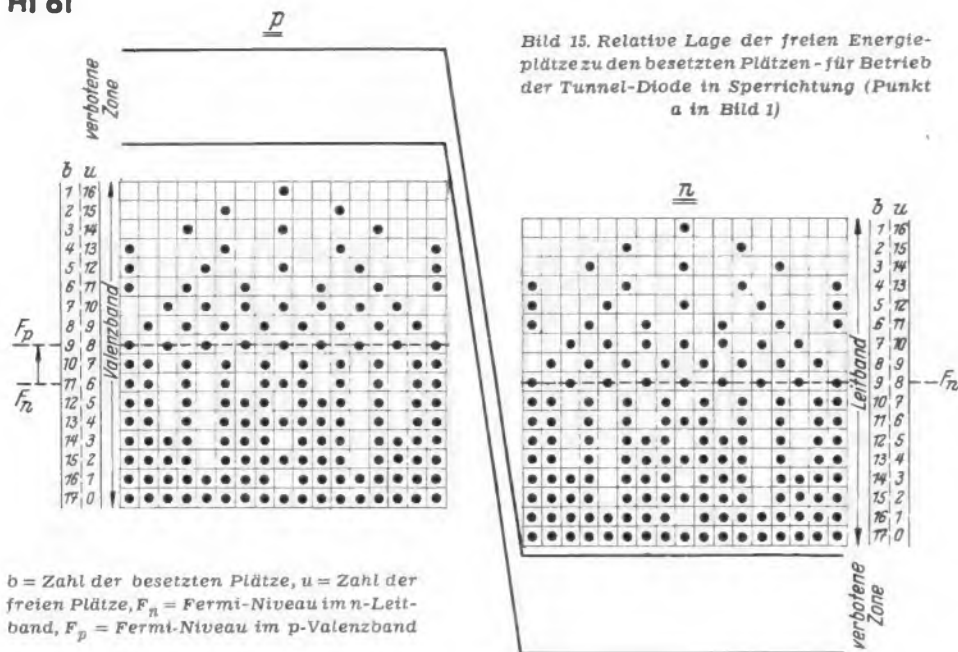

Bild 15. Relative Lage der freien Energieplätze zu den besetzten Plätzen - für Betrieb der Tunnel-Diode in Sperrichtung (Punkt a in Bild 1)
6. Tunnel-Diode in Sperrichtung (Bild 15)
Elektronenstrom von p nach n mit steigender Spannung größer, für den Elektronenstrom von n nach p kleiner. Die Differenz beider Ströme wird nach außen wirksam, d. h. der Strom außen steigt mit steigender Spannung von Null aus kontinuierlich an. Er fließt jedoch in umgekehrter Richtung. Vergleicht man die Bilder 11, 13, 14 mit Bild 15, so sieht man, daß bei Betrieb in Durchlaßrichtung der Elektronenstrom von der n- zur p-Schicht, bei Betrieb in Sperrichtung der Strom von der p- zur n-Schicht überwiegt. Ein Sperreffekt wie bei normalen Dioden ist wegen des schon bei fehlender äußeren Spannung vorhandenen Tunnel-Effekts im Nullpunkt nicht vorhanden.